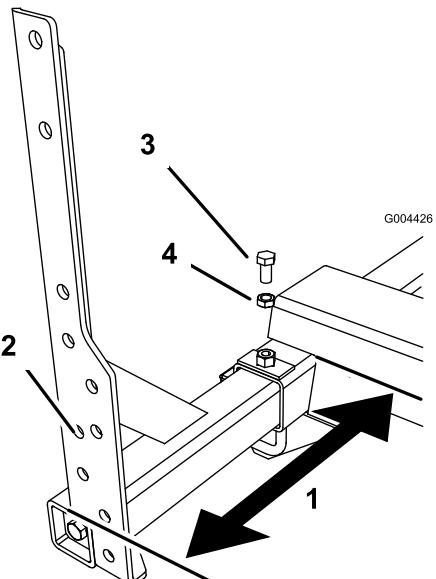

Bild 7
- A. Spritzgeräte der Serie 1200: Setzen Sie die Strebe in den Rahmen, bis das Rahmenende 49 cm (19-1/4") vom Boden des Achsengehäuses am Rahmen ist (**Bild 7**).